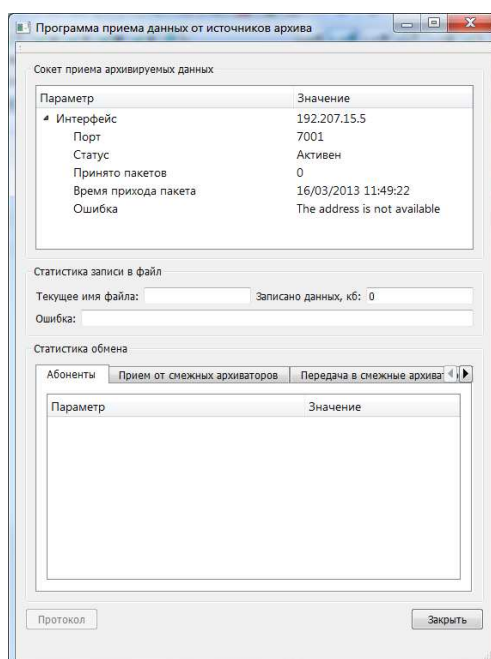

Рисунок 3.11.1 – Окно «Программа приема данных от источников архива»
Проверка правильной настройки и функционирования программы приема пакетов архивируемых данных производится путем анализа информации, выводимой в пользовательский интерфейс программы или в протокол. Пользовательский интерфейс программы представлен на рис. 3.11.1.
- «Абоненты» (рис. 3.11.1) – на этой вкладке расположено окно с информацией о статистике приема данных от источников. Данные статистики представлены в виде дерева, в корневых узлах которого отображаются идентификаторы источника, а в дочерних - информация о сокете обмена источника и статистика приема пакетов. Статистика приема получается от модуля приема пакетов от источников и от модуля ретрансляции пакетов в смежные каналы сервера архива;